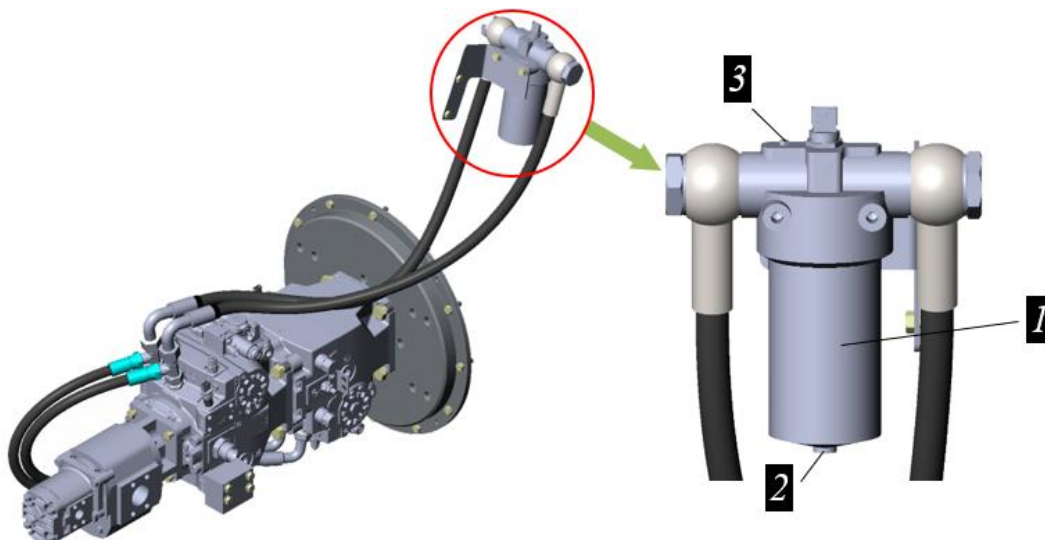

Рисунок 3.112. Замена фильтра в линии подпитки насосов Н1-Р-130
- ▶ Открутить корпус фильтра 1 за шестигранную головку 2 рис. 3.112.
- ▶ Выкрутить пробку 3 для удаления воздуха, рис. 3.112. Как только воздух перестанет выходить и начнет вытекать масло, закрутить пробку 3.